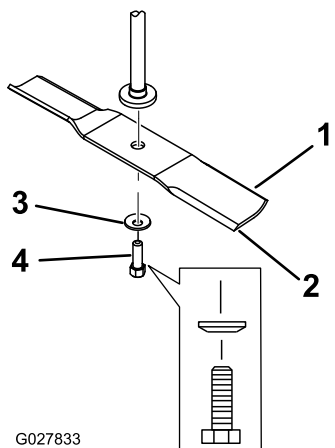

Figure 58
2. Enlevez de l'axe, le boulon, la rondelle bombée et la lame (**Figure 58**).
1. Placez la lame sur l'axe (Figure 58).
2. Montez la rondelle bombée (face concave vers la lame) et le boulon de lame (Figure 58).